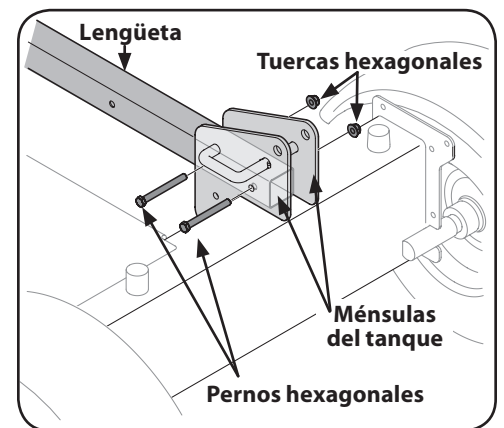

Figura 2-2
9. Con la máquina rompetroncos todavía sujeta a la base de la caja, extraiga dos pernos hexagonales y tuercas hexagonales del soporte del tanque y extraiga el trozo de madera que está en los soportes del tanque. Vea la Figura 2-2.
10. Alinee los orificios de la lengüeta con los orificios del soporte del tanque y fíjela con los elementos de ferretería que se acaban de retirar. Vea la Figura 2-2.